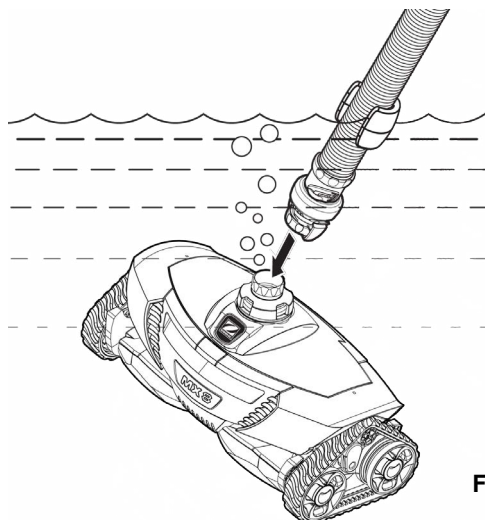

Figure 7
3. Lorsque les bulles cessent de s'échapper de l'aspirateur, raccorder le flexible en appuyant sur la valve de régulation du débit de l'aspirateur (Figure 7).